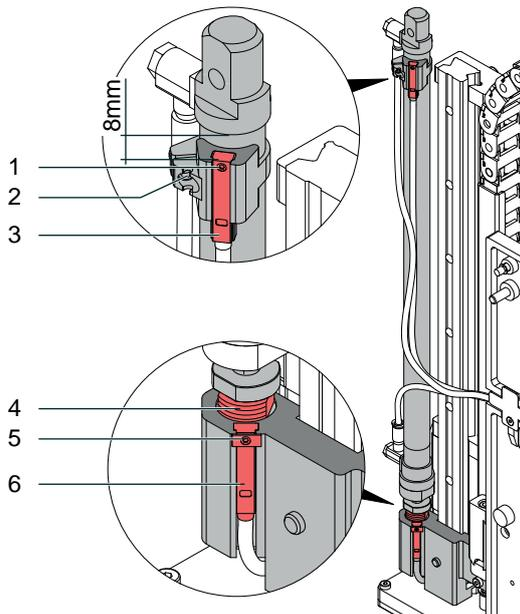

Figure 28 Capteurs sur le vérin Z
1. Desserrer la vis (1) du capteur "position haute" (3) et le déplacer afin que son arête supérieure soit à ras avec le collier de maintien.
4. Desserrer la vis (2) du collier de maintien du capteur.
5. Déplacer le capteur afin qu'en position de rentrée maximale du vérin le capteur se déclenche franchement et que son voyant s'allume. Ce déclenchement se fait lorsque la distance séparant le haut du capteur et l'anneau de raccordement du vérin (voir Figure 28) est de 8 mm.
6. Resserrer la vis (2).